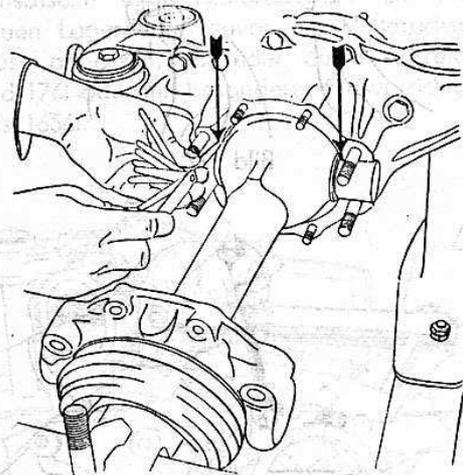

Bild 186
- 33. Abstand zwischen Bund der Zapfenstahlbuchsen und innerer Schulterfläche des Hinterachsgehäuses ausmessen (Bild 186).